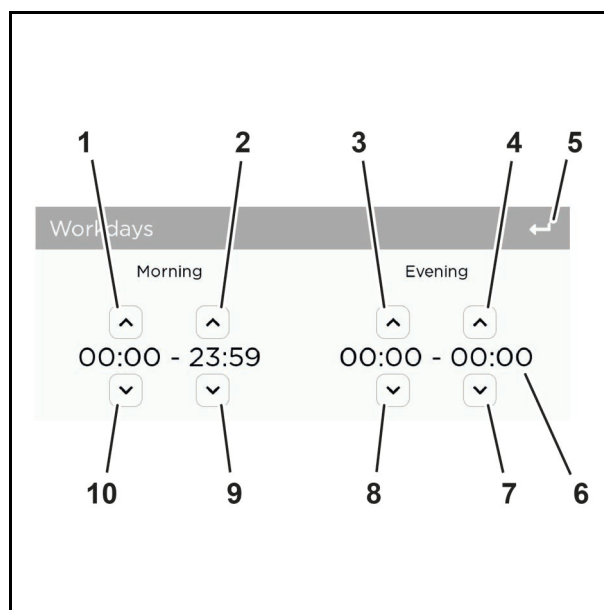

Abb. 46
1. Zwiększyć wartość godziny rozpoczęcia eksploatacji głównej strzałką (Abb. 46/1) lub wartość godziny zakończenia eksploatacji głównej strzałką (Abb. 46/2).
2. Zmniejszyć wartość godziny rozpoczęcia eksploatacji głównej strzałką (Abb. 46/10) lub wartość godziny zakończenia eksploatacji głównej strzałką (Abb. 46/9).
3. Zwiększyć wartość godziny rozpoczęcia eksploatacji dodatkowej strzałką (Abb. 46/3) lub wartość godziny zakończenia eksploatacji dodatkowej strzałką (Abb. 46/4).
4. Zmniejszyć wartość godziny rozpoczęcia eksploatacji dodatkowej strzałką (Abb. 46/8) lub wartość godziny zakończenia eksploatacji dodatkowej strzałką (Abb. 46/7).
5. Sprawdzić wprowadzone godziny na podglądzie (Abb. 46/6). W razie potrzeby dokonać poprawek odpowiednimi strzałkami.
6. Przyciskiem „Wstecz” (Abb. 46/5) powrócić do wyższego menu.